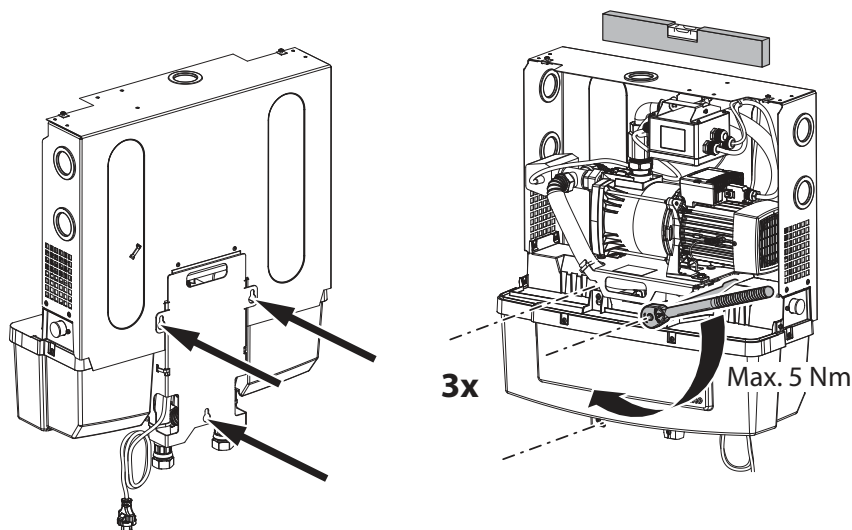

Fig. 13: Uchycovací body pro zavěšení na stěnu a utahnutí šroubů
4. Zařízení zavěste na šrouby pomocí podlouhlých otvorů na zadní straně (Fig. 13).